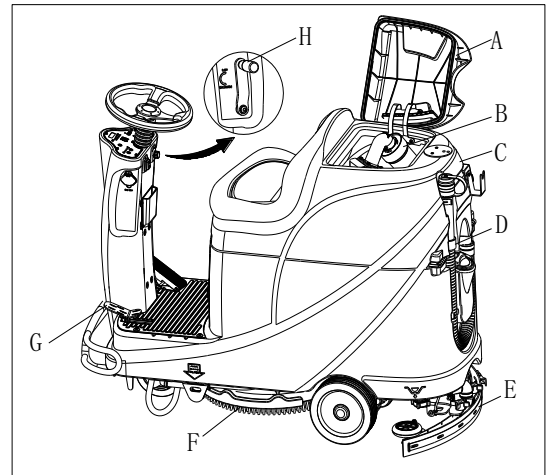

Figura 13
Un sistema de cierre del flotador automático (B, Figura 13) bloquea el sistema de aspiración cuando el depósito de agua sucia (C) está lleno. La desactivación del sistema de aspiración se indica mediante un aumento repentino en la frecuencia de ruido del motor del sistema de aspiración, y también el suelo no se seca.
Cuando el depósito de agua sucia (C, Figura 13) está lleno, vacíelo de acuerdo con el siguiente procedimiento.